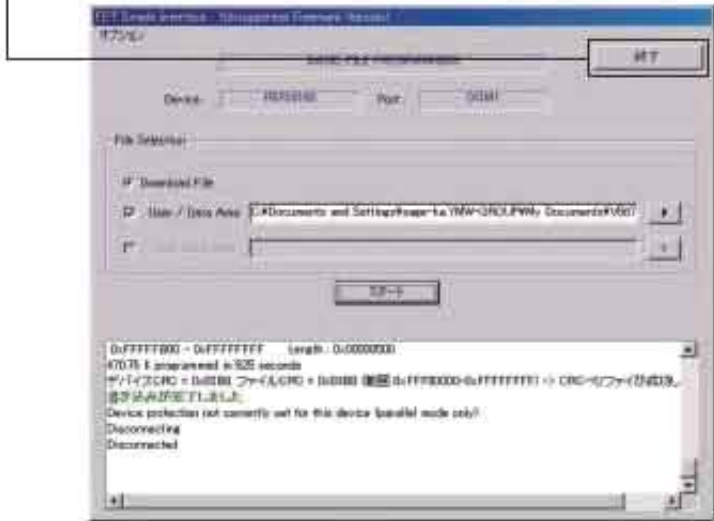

Fig. 14
13. Click [Exit] to end Flash Development Toolkit 4.04 Basic. (Fig. 14)
13. [終了]をクリックしてFlash Development Toolkit 4.04 Basicを終了します。(Fig. 14)